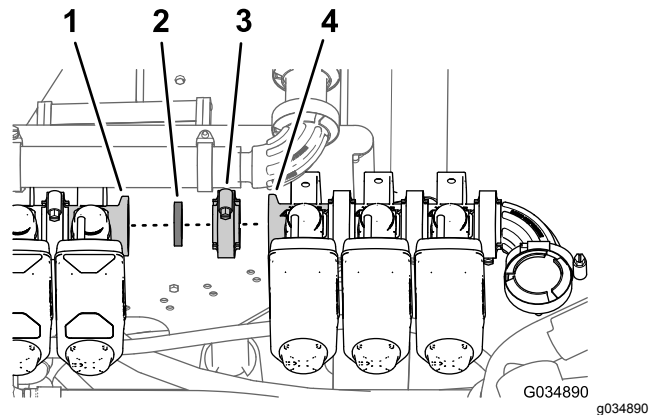

Bild 65
1. Fluchten Sie die Dichtung und den Flansch des linken Abschnittventils (als Düsenventil 8 identifiziert) mit dem Flansch des Düsenventils 7 aus (Bild 65).
2. Befestigen Sie die Dichtung und das Düsenventil 8 mit einer Flanschklammer lose am Düsenventil 7 (Bild 65).